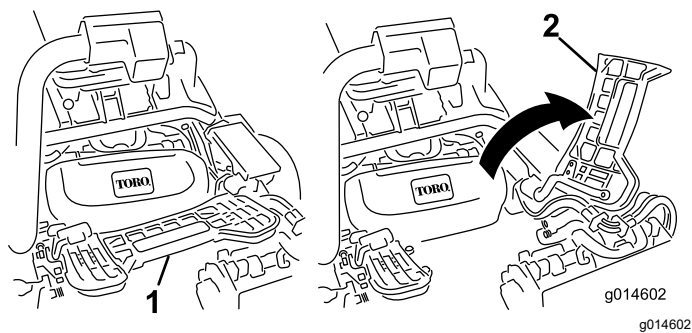

図 50
2. フットレストを跳ね上げて開き、中央カッティングユニット取り付け位置へのアクセスを確保する 図 50。